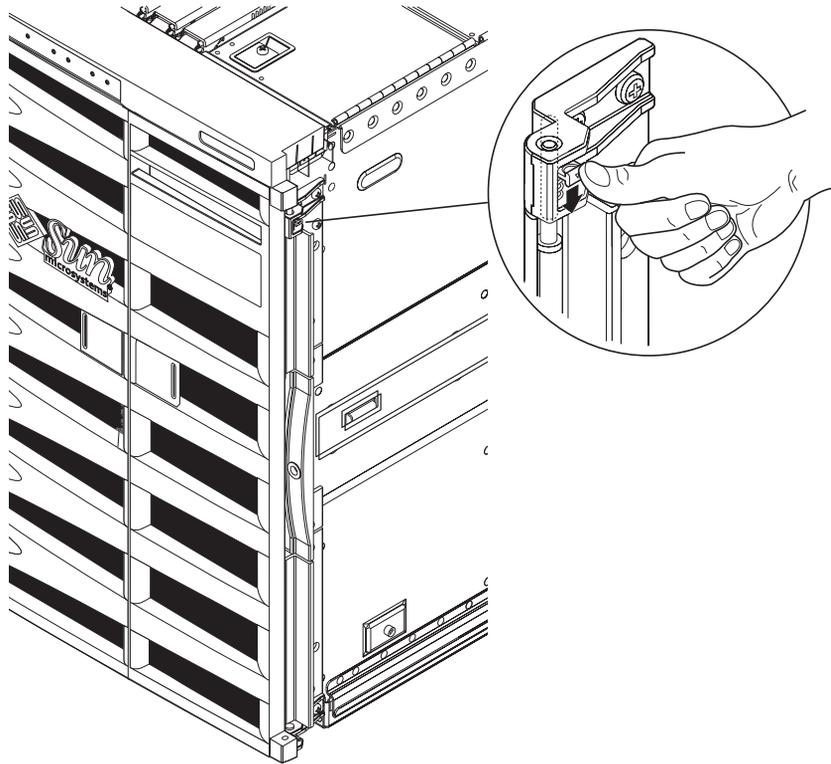

FIGURA 1-8 Liberación del mecanismo del pasador de la puerta
1. Retire las puertas del marco frontal (FIGURA 1-8).